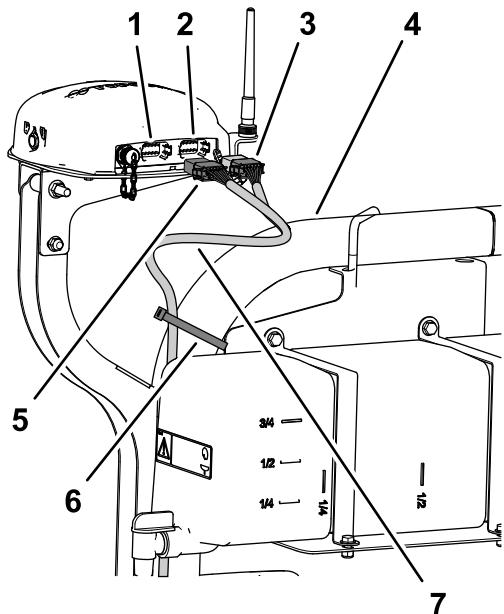

Figura 197
2. Passe a secção com 390 cm da cablagem dos dados ao lado do tubo ROPS direito com o conector de 12 tomadas (cinzento) e o conector de 12 tomadas (preto) para cima na direção do recetor da navegação (Figura 197).
7. Prenda a secção com 390 cm da cablagem dos dados ao tubo ROPS direito com 2 braçadeiras de cabos, como se mostra na Figura 197.